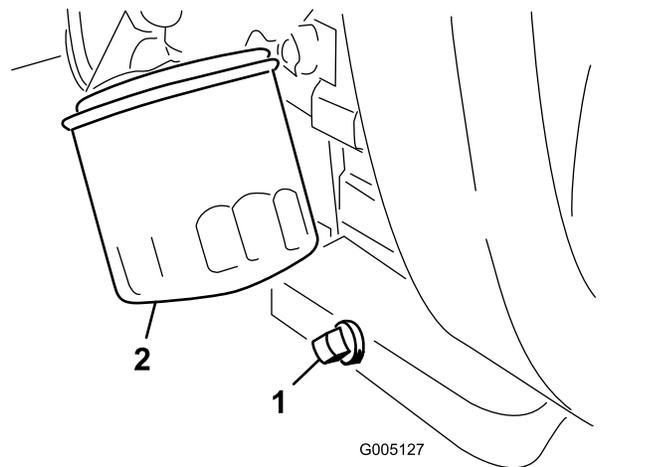

Bild 28
- Entfernen Sie die Ablassschraube (Bild 28) und lassen Sie das Öl in die Auffangwanne ab.
- Reinigen Sie das Gewinde der Ölablassschraube, bringen Sie etwas PTFE-Dichtmittel auf und schrauben Sie die Ablassschraube wieder auf (Bild 28).
- Entfernen Sie den Ölfilter (Bild 28).